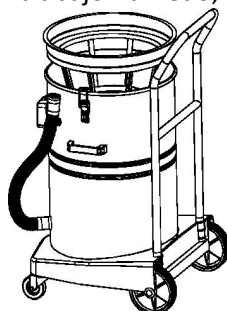

Figura 1
1. Fijar los accesorios según el trabajo de limpieza. Si se trata de una aspiración de polvo, se debe fijar el filtro de tela; si se trata de un trabajo húmedo, se debe quitar el filtro de tela. (Figura 1).